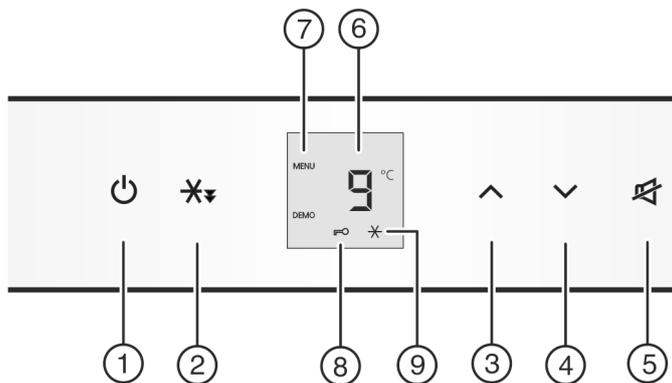

Fig. 2
- ▶ нажмите кнопку On/Off Fig. 2 (1).
- ▶ Активация режима настройки: удерживать кнопку быстрого охлаждения Fig. 2 (2) прим. 5 с.
- ▶ Для включения защиты от детей коротко нажать клавишу быстрого охлаждения Fig. 2 (2).
▷ Символ "Защита от детей" Fig. 2 (8) горит. На индикации мигает **c**.
- ▶ Для выключения защиты от детей коротко нажать клавишу быстрого охлаждения Fig. 2 (2).
▷ Символ защиты от детей Fig. 2 (8) гаснет. На индикации мигает **c**.
- ▶ Выход из режима настройки: нажмите кнопку On/Off Fig. 2 (1).
- ▶ Установка более высокой температуры: нажмите кнопку настройки Up Fig. 2 (3).
- ▶ Установка более низкой температуры: нажмите кнопку настройки Down Fig. 2 (4).
- ▶ Нажмите и сразу отпустите кнопку быстрого охлаждения Fig. 2 (2).
- ▷ На индикаторе загорится символ быстрого охлаждения Fig. 2 (9).
- ▷ На индикаторе потухнет символ быстрого охлаждения Fig. 2 (9).